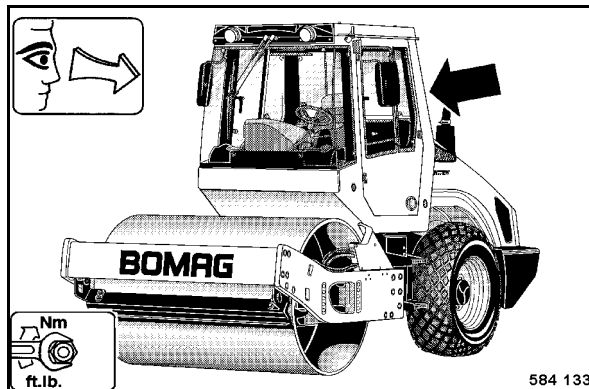

fig. 170
- Vérifier l'état de la cabine et en particulier celui de la structure du ROPS (fig. 170) (fissures, rouille, détériorations) et l'intégralité des pièces de fixation.